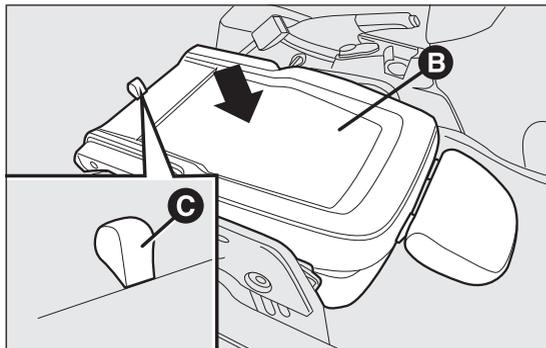

fig. 19
- agire successivamente sullo schienale B fig. 19 premendolo verso il basso: il sedile risulta così completamente ripiegato su sé stesso nella posizione "a tavolino";
- tirare la linguetta C fig. 19 e spingere ulteriormente lo schienale verso il basso: il sedile è in questo modo completamente ripiegato.
- impugnare la linguetta C fig. 19 e sollevare lo schienale verso l'alto;